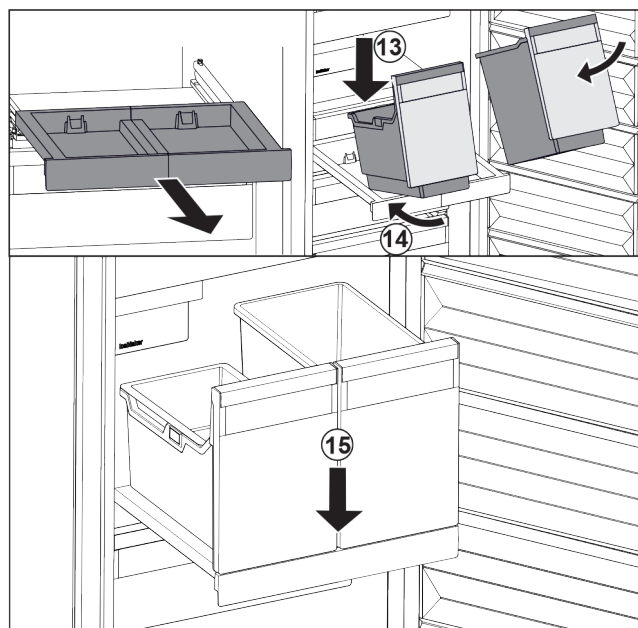

Fig. 123
- Applicare i contenitori in modo inclinato sul ripiano estraibile. Fig. 123 (13)
- Inserire il contenitore in modo inclinato verso la parte posteriore. Fig. 123 (14)
- Abbassare il contenitore nella parte anteriore. Fig. 123 (15)